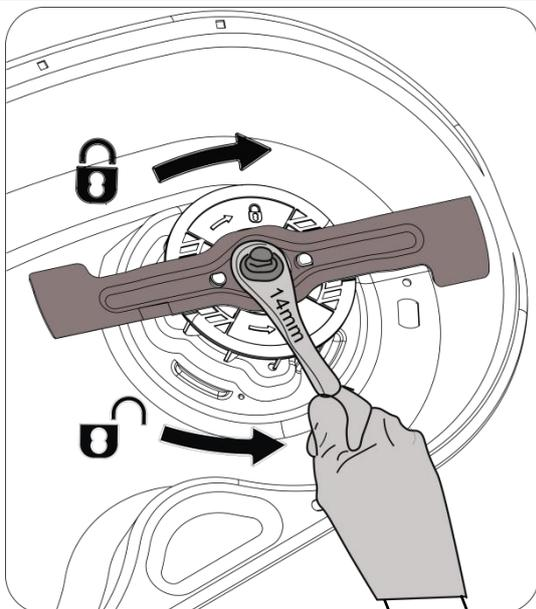
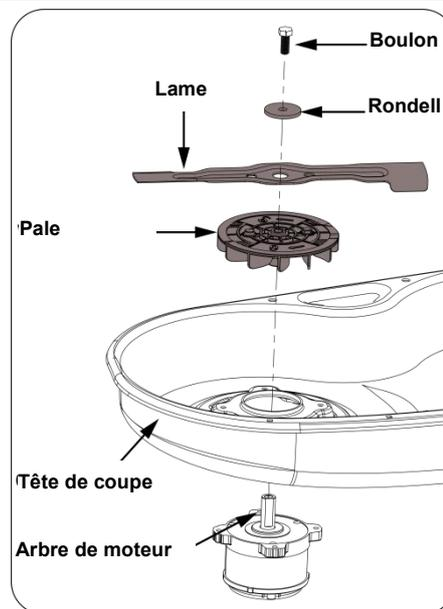

Fig. 5.5
Fig. 5.6
8.4.1 Remplacement des lames de coupe (Fig. 5.5- Fig. 5.6)